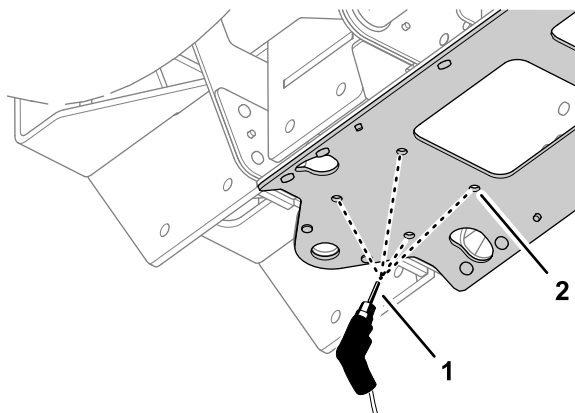

Figura 51
7. Praticate 4 fori di 10 mm ($\frac{3}{8}$ ") nella piastra del canale centrale nei segni punzonati che avete realizzato al passaggio 6 come illustrato nella Figura 51.